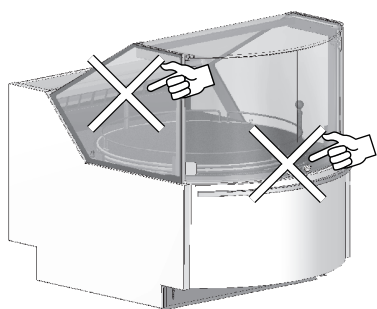

Fig. 21
- La merce non ostruisca il corretto flusso d'aria refrigerata ("Fig. 21").